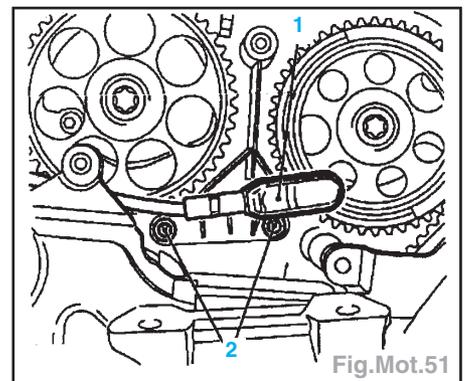

Fig.Mot.51
- les vis (2) et le capteur (1)(Fig.Mot.51).